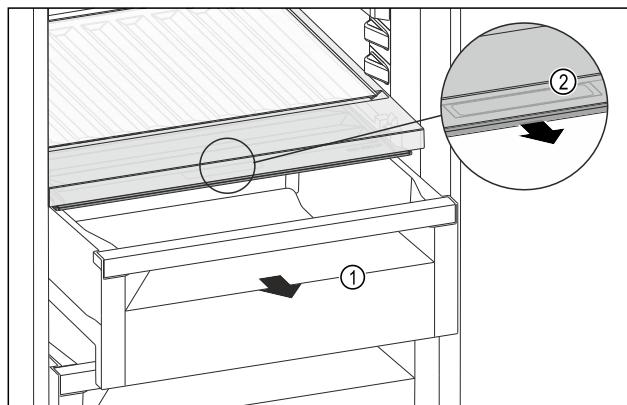

Fig. 109
- ▶ Извлеките выдвижной ящик Fig. 109 (1).
- ▶ Возьмитесь за утопленную ручку Fig. 109 (2) на крыше отделения и одновременно потяните крышку отделения вперед.